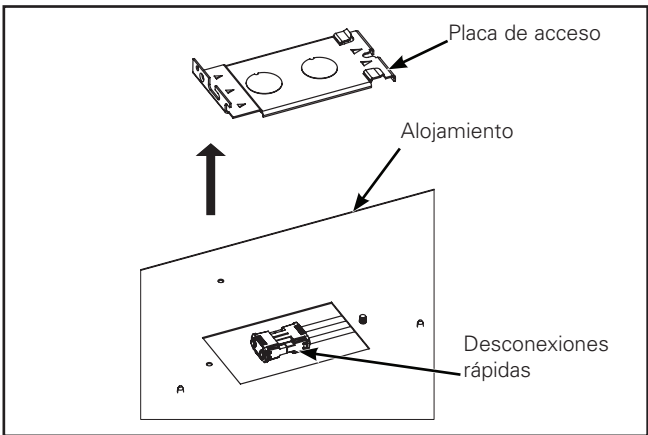

Figura 1.
1. Retire la placa de acceso en la parte posterior del accesorio para acceder a las desconexiones rápidas de las conexiones eléctricas. (Figura 1).